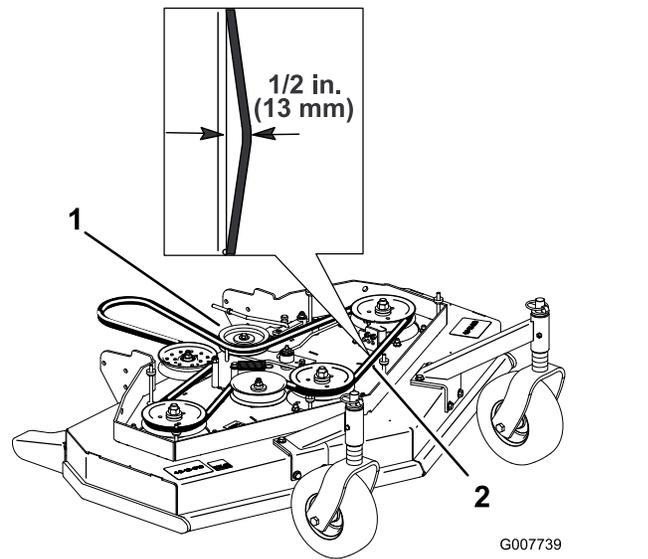

Bild 7
4. Entfernen Sie die Spannscheibe und den verschlissenen Riemen (**Bild 7**).
Hinweis: Die richtige Spannung des Mähwerksriemens beträgt 44 bis 67 N, wobei der Riemen mittig zwischen den Riemenscheiben um 13 mm ausgelenkt werden kann (**Bild 7**).